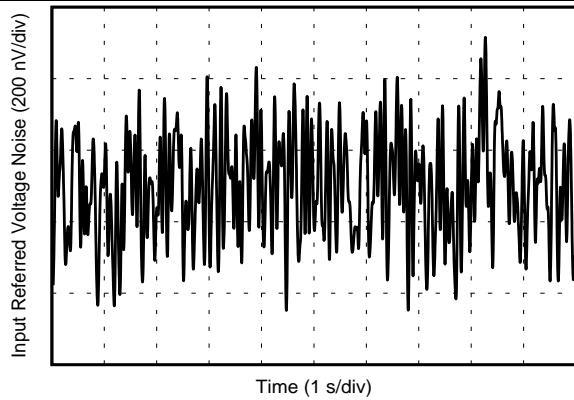

Figure 15. 0.1-Hz to 10-Hz Voltage Noise
0.1-Hz to 10-Hz Voltage Noise	<a href="#">图 15</a>